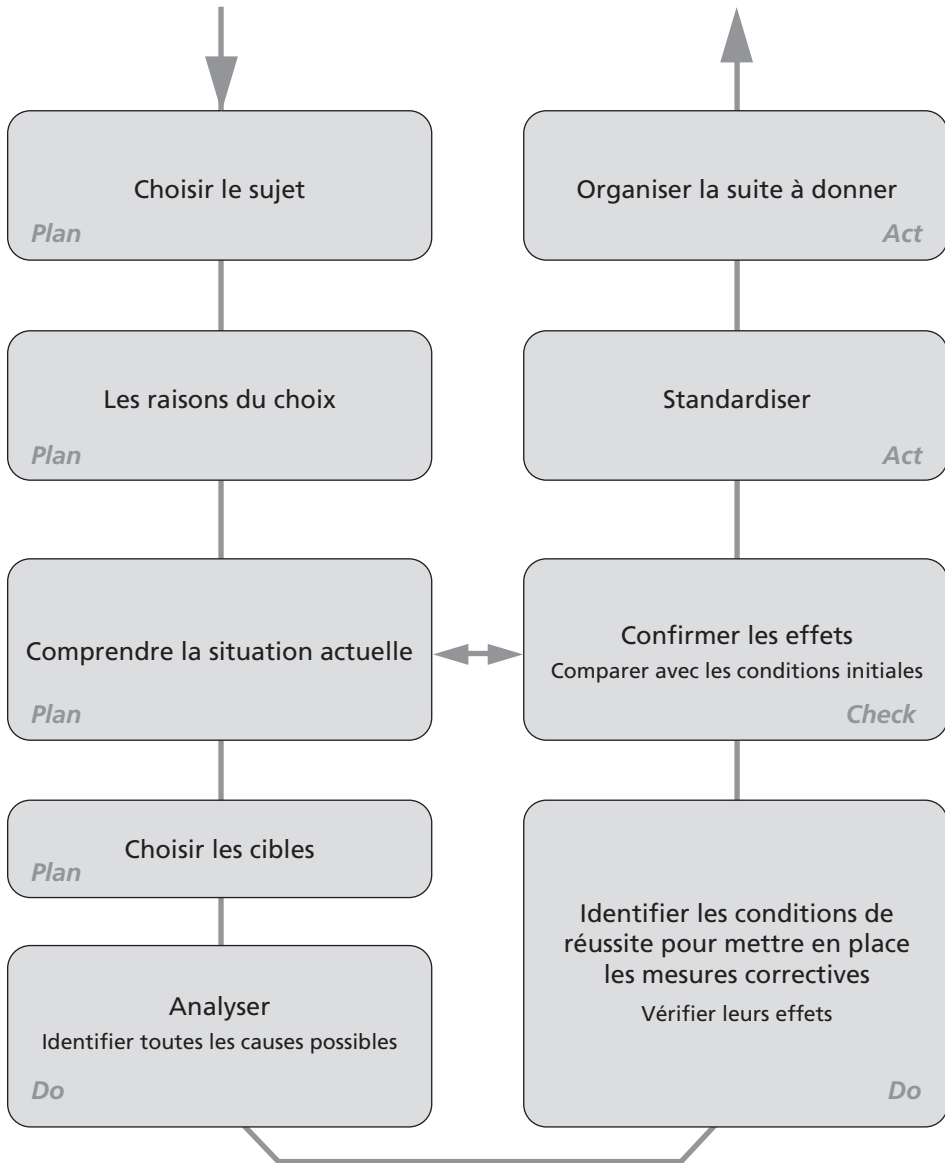

Figure 37 – Les étapes fondamentales de la démarche QC Story
- Comme représenté sur la figure 37 de la page 107, les 9 étapes respectent le cycle PDCA comme dans la démarche classique de résolution de problème vu page 55. Suivant le souhait des standards de chaque entreprise la représentation en U ou autre n'est qu'une question de choix.